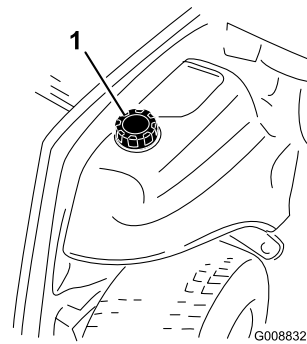

Bild 20
3. Schrauben Sie den Tankdeckel ab (Bild 20).